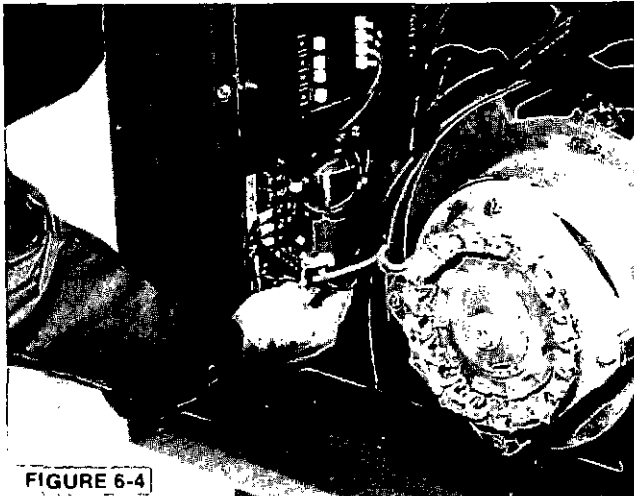

FIGURE 6-4
1. Noter les raccordements et les repères (repérer de nouveau si nécessaire) et débrancher les fils du régulateur de tension et de tous les autres appareils de contrôle fixés sur la boîte à bornes (figure 6-4)